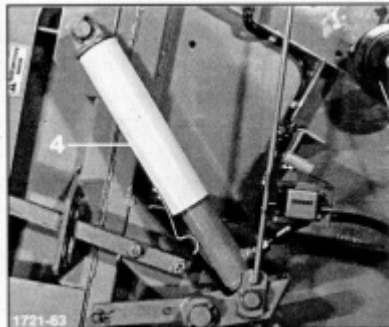

Рисунок 1
- Перед входом в камеру для тюков установите опору крышки багажника в безопасное положение (рис. 1).
Для этого используйте опору цилиндра 4 с правой стороны машины назначения (рис. 1). Чтобы вставить опору, полностью поднимите крышку багажника и откройте защитное ограждение с правой стороны. Нажмите на желтую кнопку поднимите опору вверх до тех пор, пока она не войдет между верхним поршневым штоком точка соединения и верхний край корпуса цилиндра.
Не заезжайте под поднятую крышку багажника до установки баллона опора установлена (см. также стр. 3, рисунок 1).